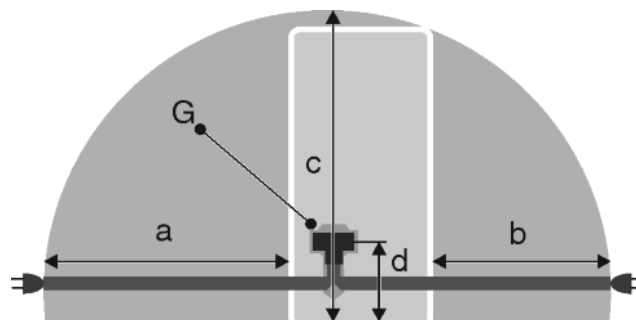

Fig. 21
- Gniazdo znajduje się poza tylną częścią urządzenia w podanym obszarze *Fig. 21 (a, b, c)*.
- ▶ Wtyczkę urządzenia *Fig. 21 (G)* podłączyć z tyłu urządzenia. Zwrócić uwagę na prawidłowe zazębenie.